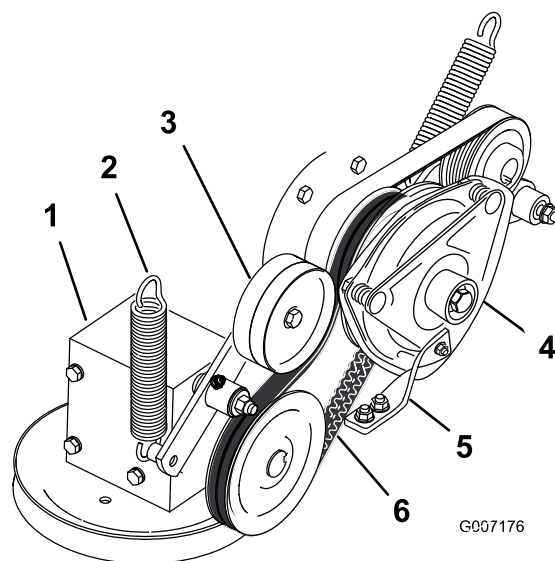

Figura 64
4. Retire el muelle del brazo de la polea tensora (Figura 64).
7. Instale la correa de transmisión de la TDF alrededor de la polea del embrague y la polea de la caja de engranajes (Figura 64).
9. Instale el muelle en el brazo tensor (Figura 64).